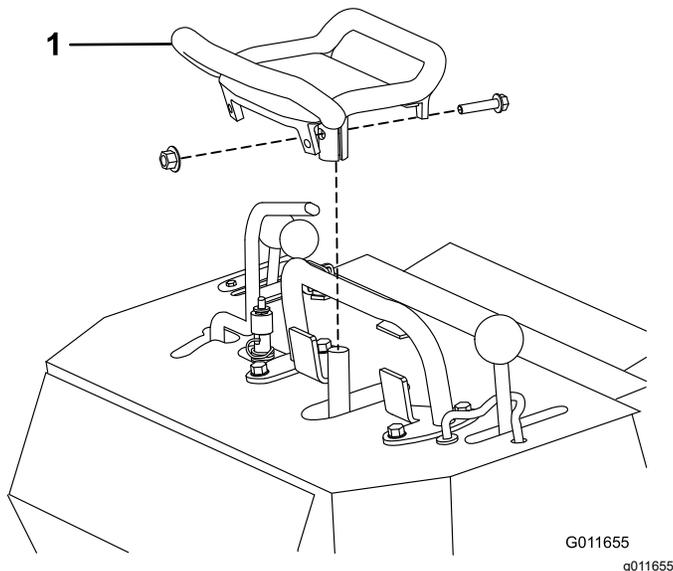

Bild 3
2. Entfernen Sie den Fahrtriebsbügel (Bild 3).